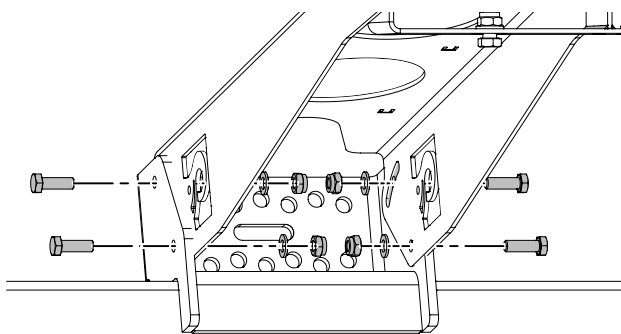

Bild 46. Montering med fäste på bakgavellyft
1. Montera fästets arm på bakgavellyftens chassi-infästning, se Bild 46.